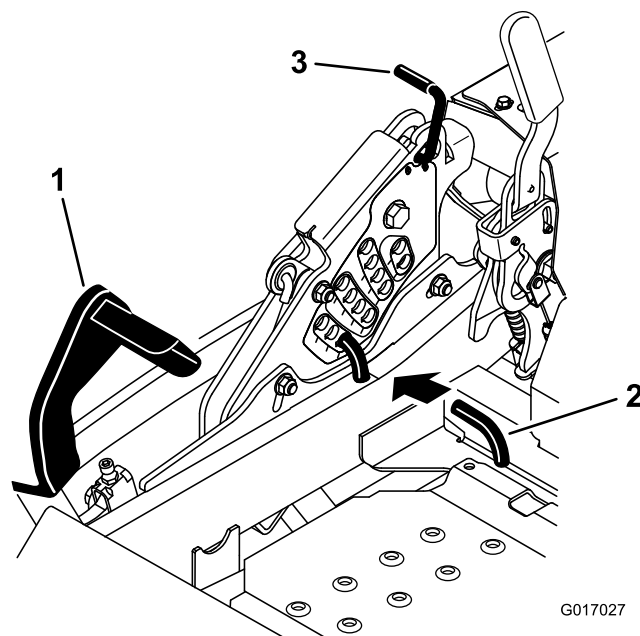

Figure 85
5. Enfoncez la pédale de relevage du tablier de coupe au maximum pour verrouiller le tablier à la position de transport de 14 cm (5,5") (Figure 85).